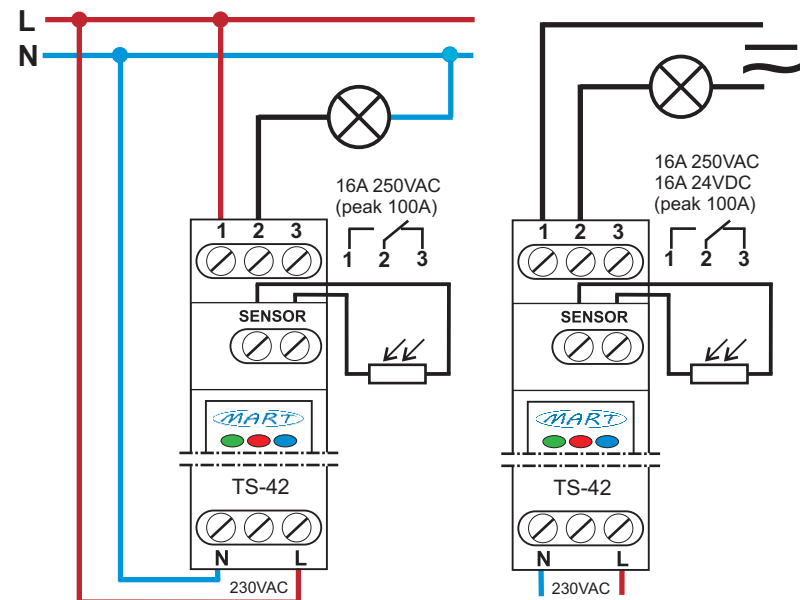

Bild 2: Anschlusschema des DÄMMERUNGSSCHALTERS TS-42-3
3. Schließen Sie die Verkabelung gemäß Schema an (Bild. 2)